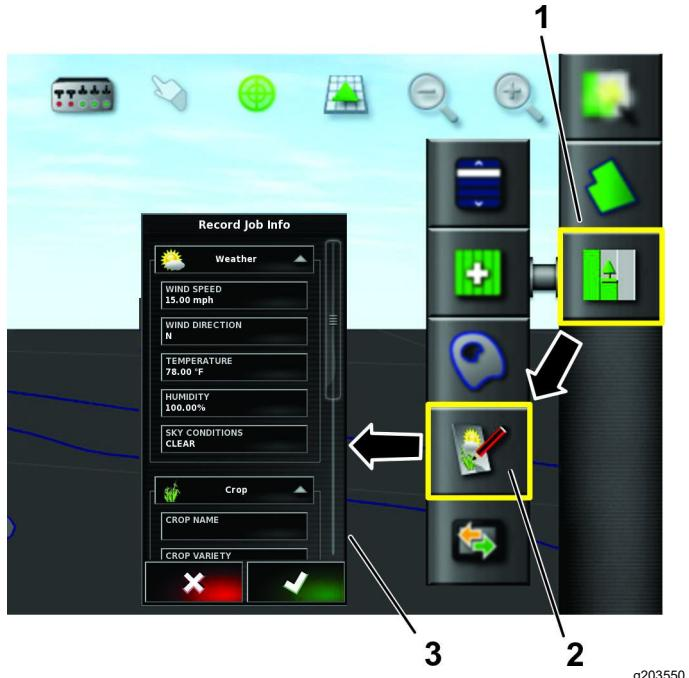

Рисунок 86
2. Нажмите на значок записи информации о рабочем задании (Рисунок 86).